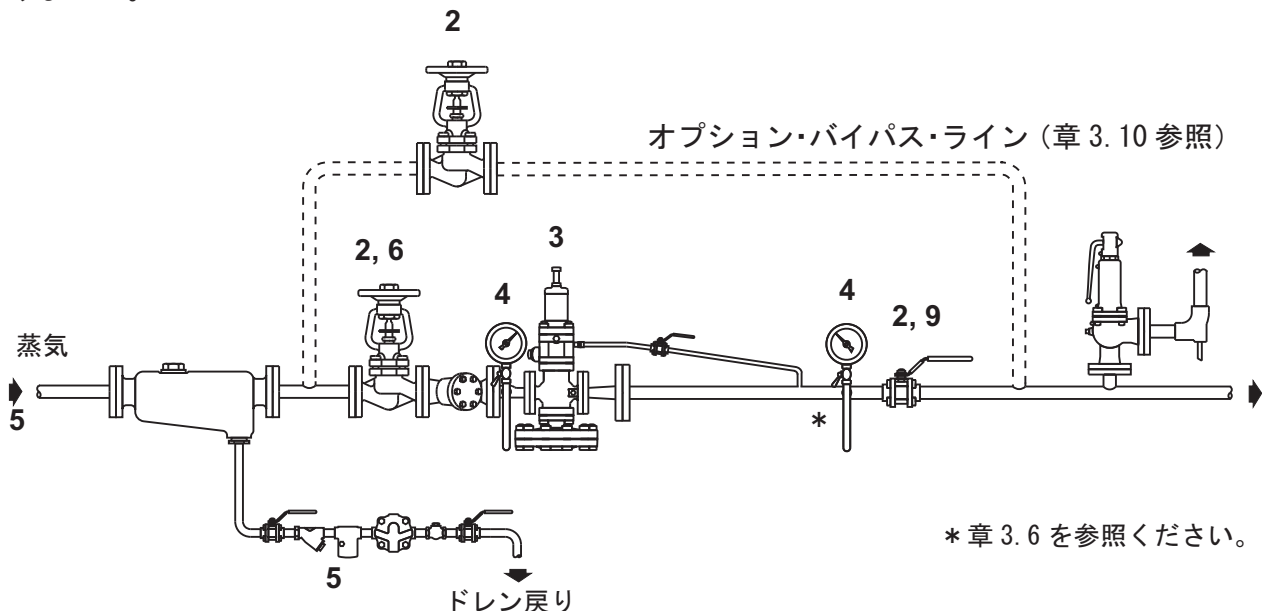
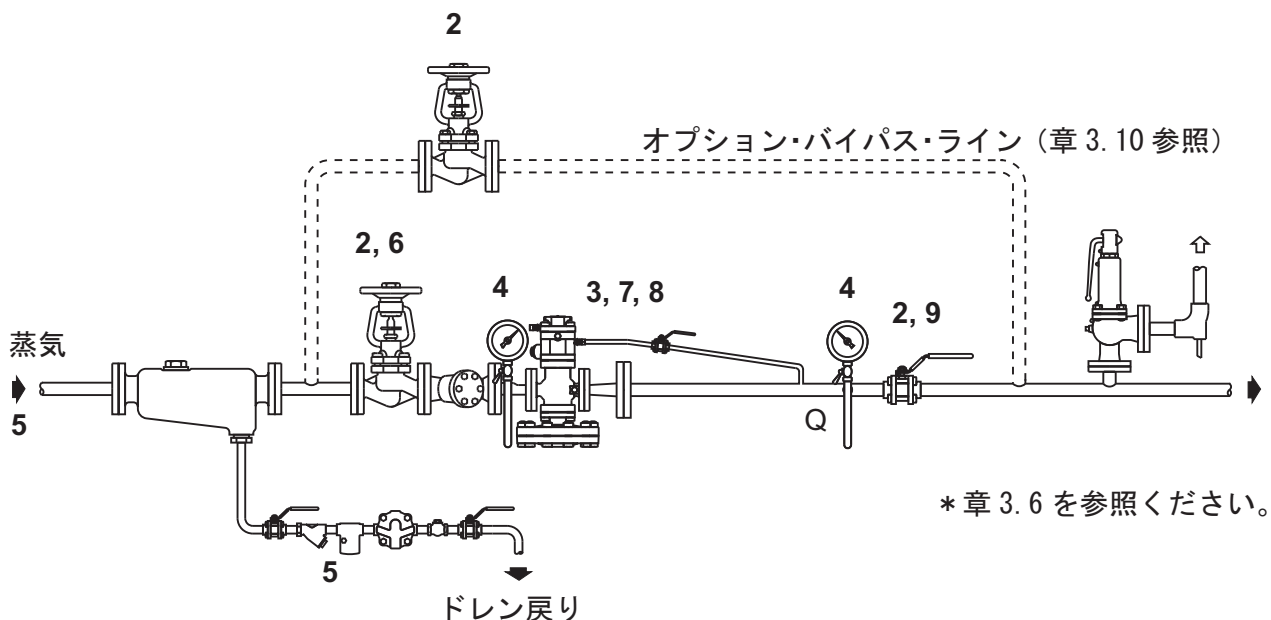

図 8. 設置順序 DP27 型、DP27E 型および DP27Y 型
図 9. 設置順序 DP27R 型
DP27R 型（図 3 参照）は配管に取り付けられる状態で出荷されます。パイロット・バルブ・チャンバーに供給するエアを制御して、二次側圧力は遠隔操作で調整できます。必要な二次側圧力よりおよそ 0.07MPag 高く、本体が金属製の自動リリーフ式圧力調整弁で制御されます。万が一、パイロット・ダイアフラムの破損により、蒸気が空気系統に入るのを防ぐため、必ず逆止弁を取り付けてください。調整弁で制御された駆動用空気の供給源は、図 4 に示すように空気調整ブロックに付いているユニオンに接続してください。空気入口接続は外径 6mm の銅製のチューブが適しています。DP27R 型の最高減圧は 1.5MPag です。図 9 に典型的な設置例を示しています。
連続した蒸気供給が不可欠の稼働適用については、並列のスタンバイ PRV ステーションが計画的保守を考慮に入れる場合に推奨されます。図 5 を参照ください。あるいは、バイパスラインを使用することができます（図 8 および 9 を参照）。
4.1 始動手順 (図 8 および図 9)
DP27 型、DP27E 型および DP27Y 型 (図 8)
DP27R 型 (図 9)